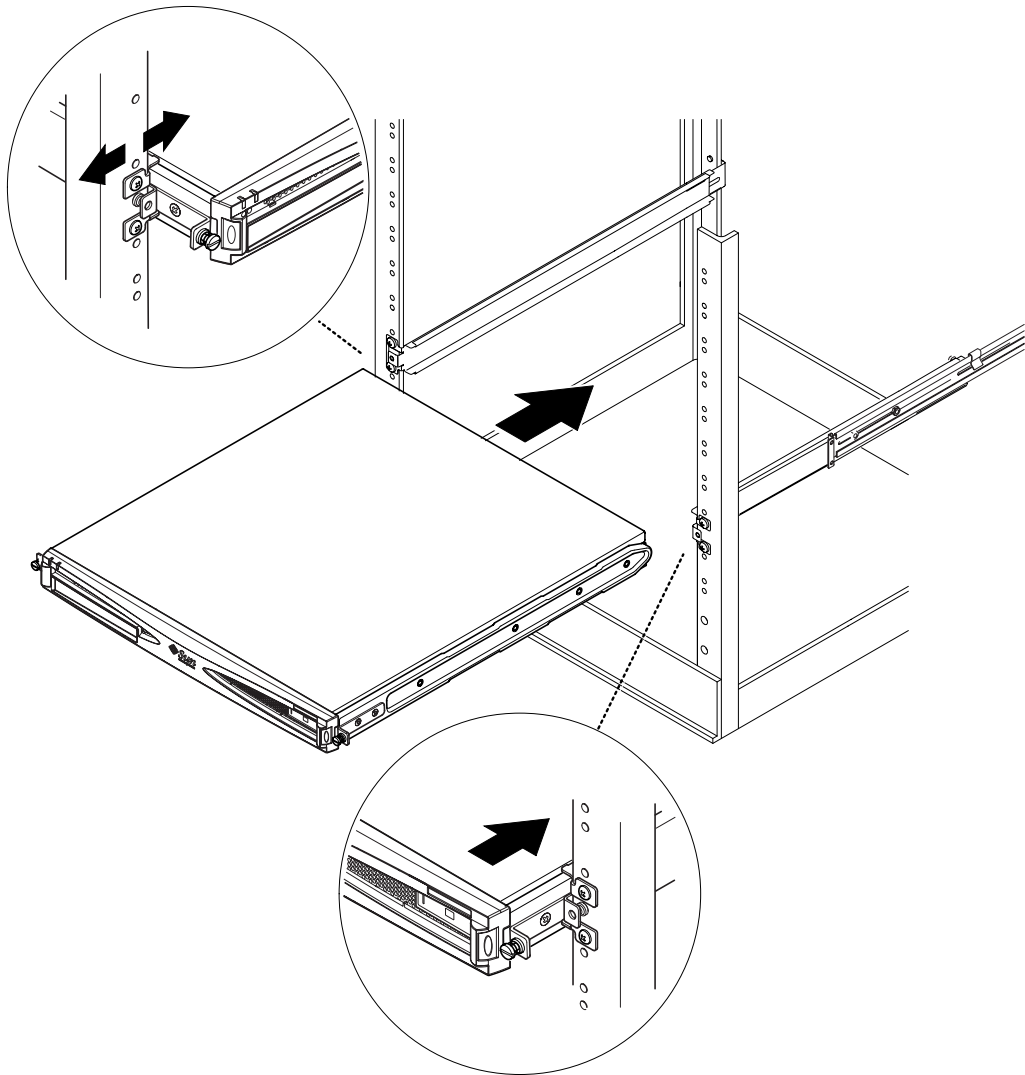

РИС. 5-7 Установка сервера в стандартную 19-дюймовую стойку
7. Задвиньте сервер в стойку (см. РИС. 5-7).